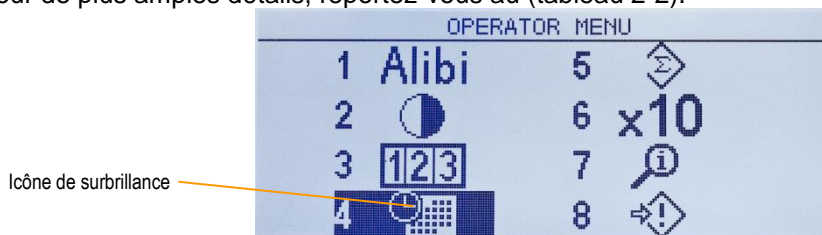

Figure 2-2: Affichage du menu opérateur
Pour accéder au menu de l'opérateur, appuyez sur la touche MENU . L'affichage passera de la présentation du poids normal à un ensemble d'icônes (Figure 2-2). Les icônes incluses dépendent de la configuration du terminal ; pour de plus amples détails, reportez-vous au (tableau 2-2).
- Lorsque la surbrillance se trouve dans la colonne gauche, comme sur les Figure 2-2 et Figure 2-3, si vous appuyez sur la touche fléchée GAUCHE, vous quitterez le menu **CONFIGURATION** et afficherez le menu de l'**OPÉRATEUR**.
Par exemple, sur l'écran de la Figure 2-2, si vous appuyez sur ENTRÉE ou sur 4, vous afficherez l'écran de configuration de **l'heure et de la date**.